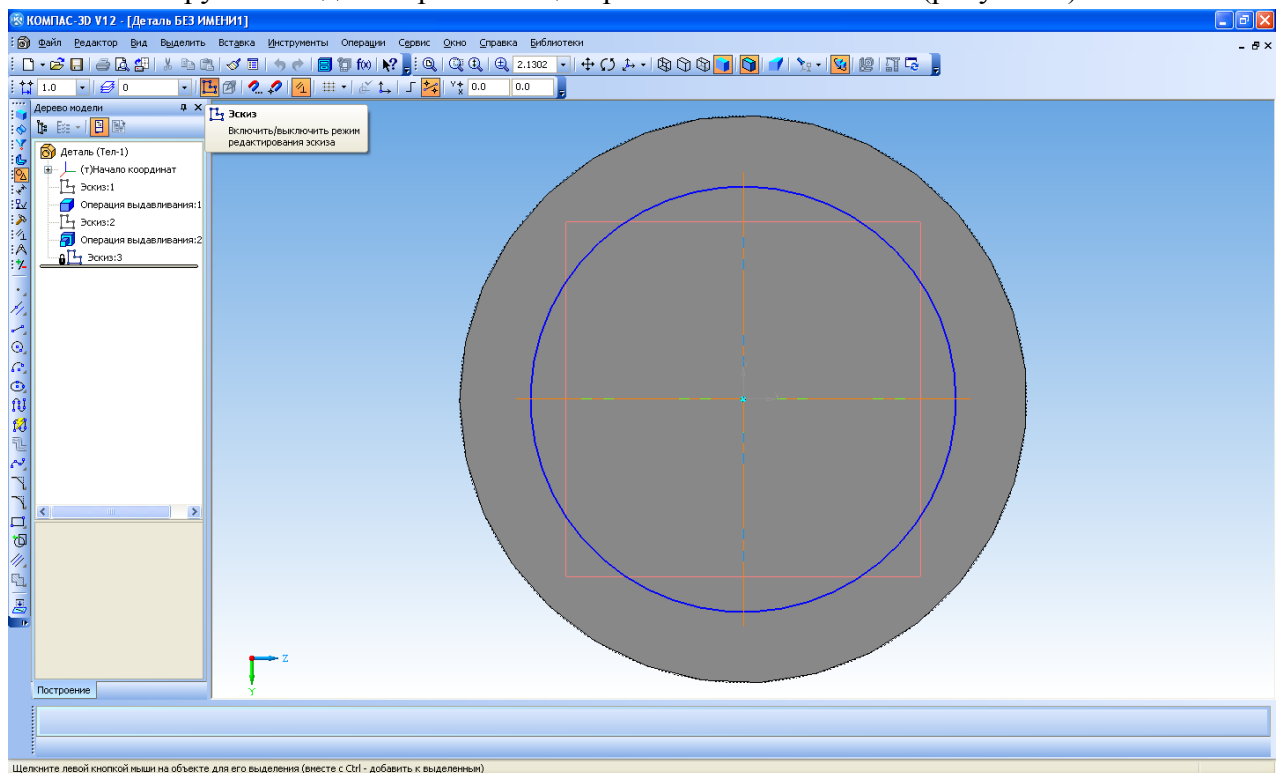

Рисунок 7
10. На противоположной торцевой грани плоскости цилиндра диаметром 80 мм создайте новый эскиз – окружность диаметром 60 с центром в начальной точке (рисунок 7)